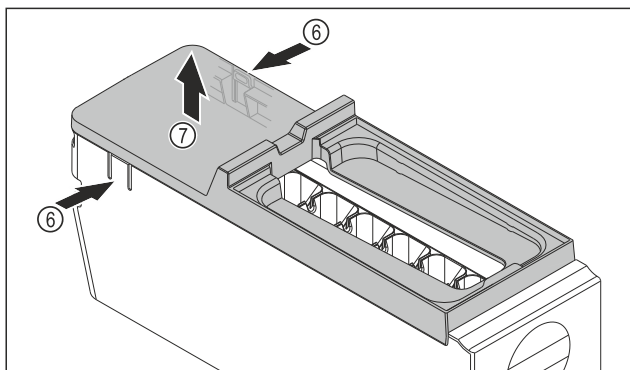

Fig. 172
- Зняти кришку з корпусу EasyTwist-Ice: натиснути однією рукою на накладки Fig. 172 (6) з обох боків корпусу EasyTwist-Ice.
- Зняти кришку Fig. 172 (7), потягнувши її вгору іншою рукою.